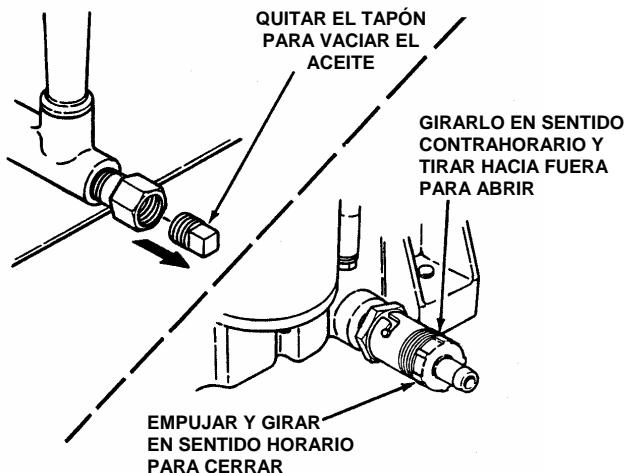

FIGURA 3.1
4. Coloque un recipiente de 2 litros de capacidad mínima debajo del extremo del vaciado de aceite. Abra el vaciado de aceite. Vea la figura 3.1 para los tipos de vaciados de aceite usados en los cortacéspedes de asiento de motor trasero.
5. Después de vaciado todo el aceite, cierre el vaciado y límpie con un trapo el aceite que pueda haberse derramado. Vea la figura 3.1. Deseche el aceite viejo (vaciado) de la manera debida.